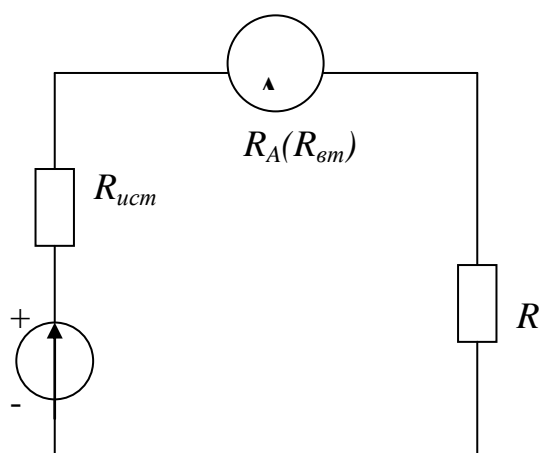

Рис. 1. Включение амперметра в электрическую цепь.
**Измерение тока.** В электрическую цепь включается измеритель тока (рис. 1).
**Задача 2.** В электрическую цепь (см. рис.1), состоящую из источника  $E$ ,  $R_{ист} = 2$  Ом и  $R = 100$  Ом, включен миллиамперметр М260М класса точности  $K_{П1}$ ;  $R_{ВТ1} = 2$  Ом с конечным значением шкалы 100 мА. Показание прибора  $I$ .
Выбранный прибор должен обеспечить наименьшую общую погрешность измерения тока  $I$  в схеме рис.1, состоящий из источника  $E$ ,  $R_{ист}$ ,  $R$ .